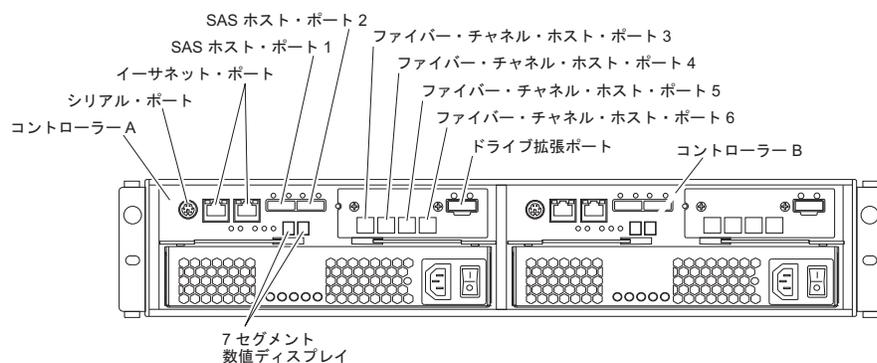

図 3-40. ストレージ・コントローラー上のホスト・コネクタの位置
2. ファイバー・チャンネル・ケーブルをコントローラー・ホスト・ポート内の SFP モジュールに接続し、さらにファイバー・チャンネル・スイッチ内の SFP モジュールまたはホスト・バス・アダプター上の光インターフェース・コネクタのいずれかに接続します。図 3-40 は、ホスト・システムのケーブルが接続するストレージ・サブシステム・ポートのコントローラー上の位置を示しています。